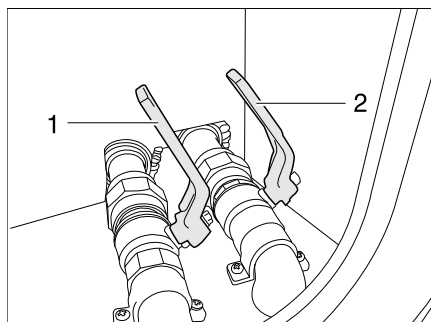

Bild 210 Ablaufhahn im Doppelboden
Der Ablaufhahn (Bild 210,1) ist im Doppelboden angebracht. Der Ablaufhahn ist durch den Schriftzug "Wasser" gekennzeichnet.
- Ablaufhahn (Bild 210,1) öffnen. Das Wasser läuft ab.